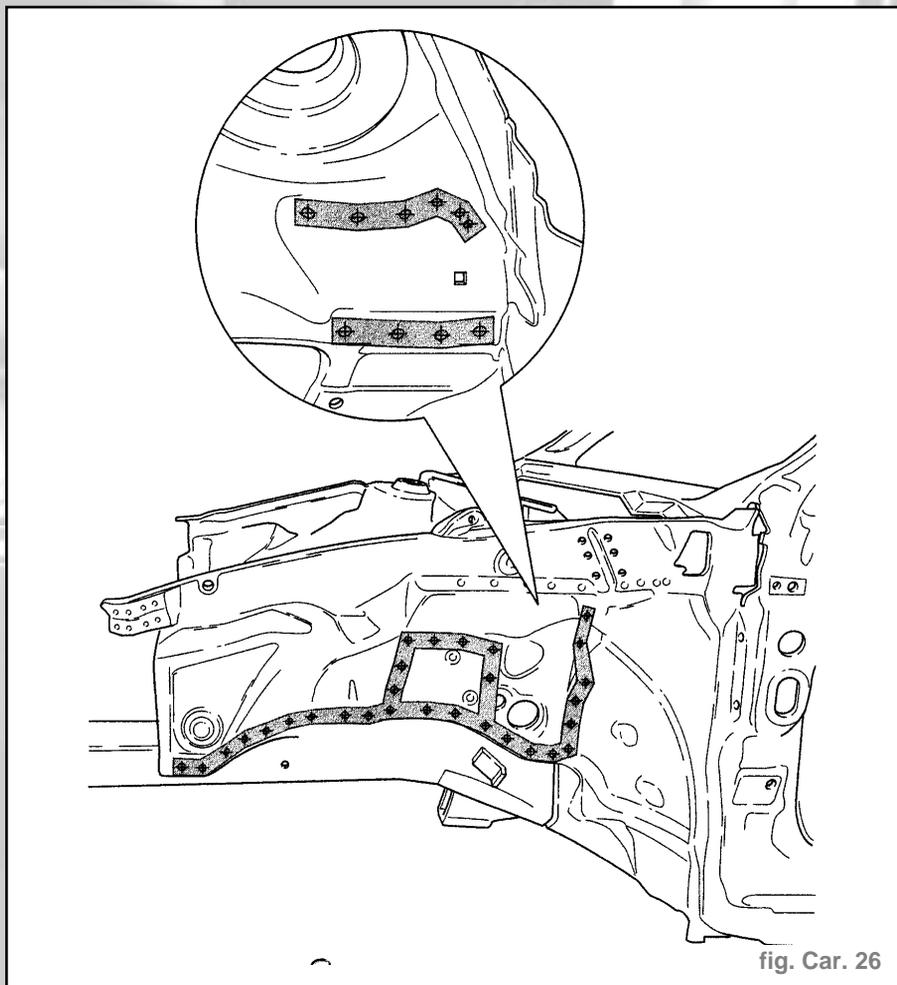

fig. Car. 26
- Dégraffer l'accostage d'origine (fig. Car. 26).